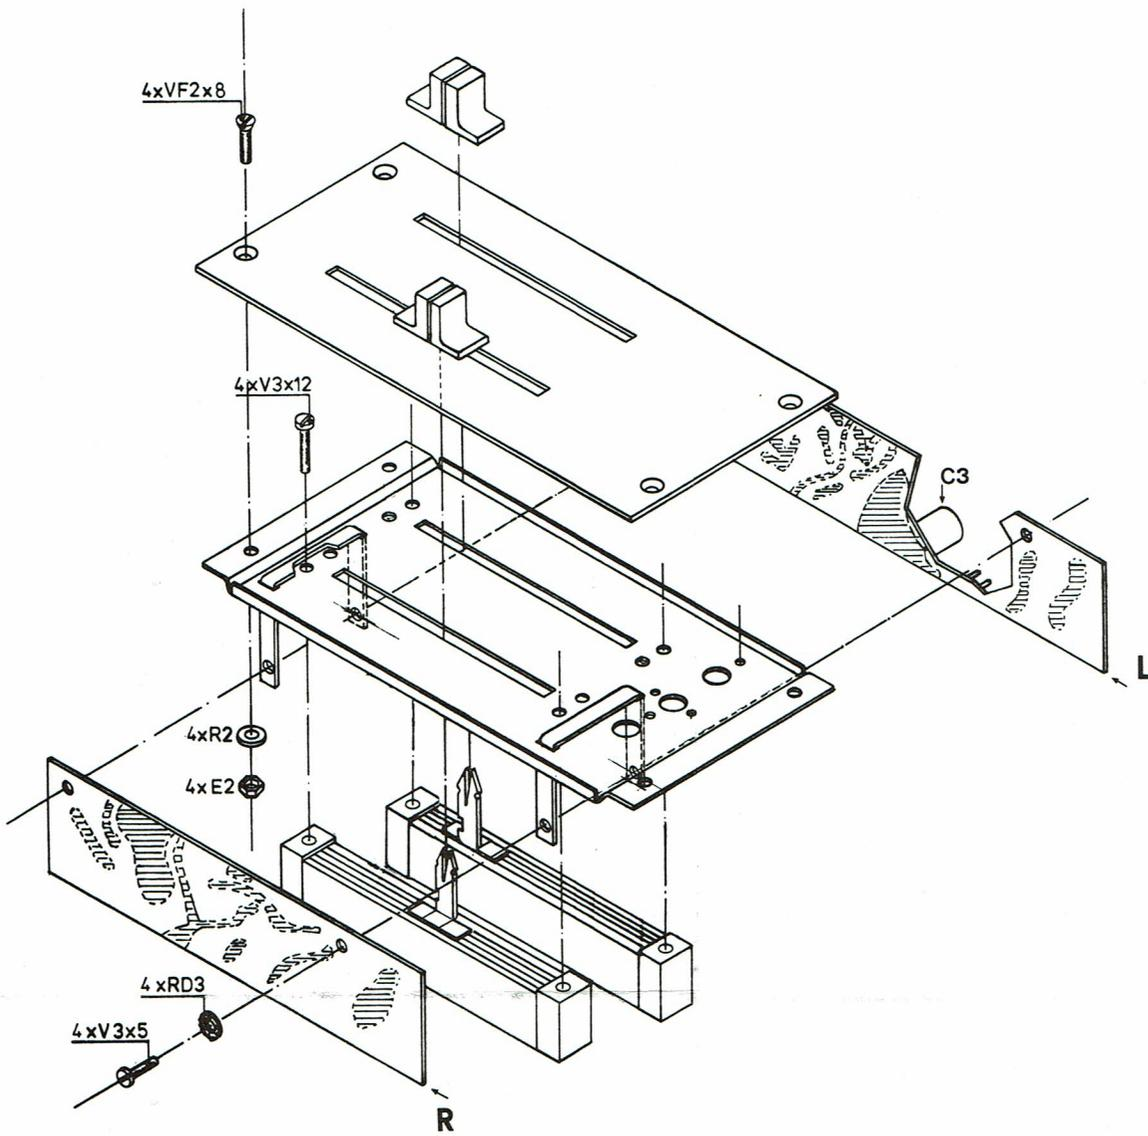
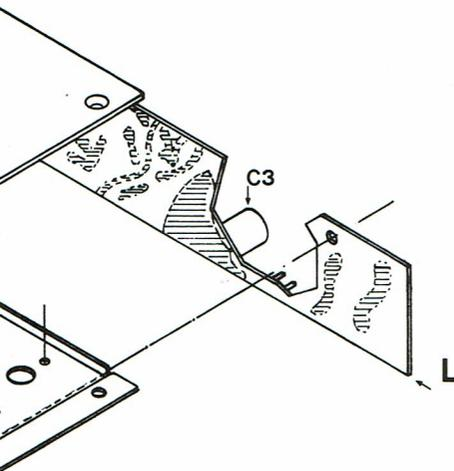

Fig 4
Fig 5
7. Fixez les deux potentiomètres à glissière sur le châssis métallique en vous aidant de la fig. 4 et de la fig. 5 quant au positionnement des cosses. Repliez vers le bas les cosses latérales de masse.
8. Fixez le circuit imprimé de droite sur les pattes de fixation (fig. 4). Sélectionnez les fils de câblage vert, bleu et noir. Effectuez les liaisons entre ce circuit et les potentiomètres (fig. 5). La longueur de chaque connexion est indiquée sur le dessin.
de droite sur les pattes de fixation (fig. 4). Sélection-